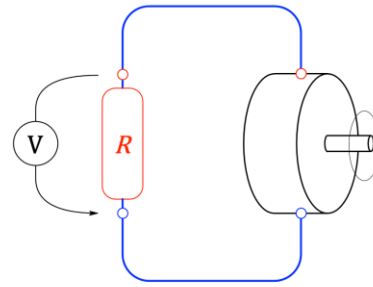

Fig. 5 Alternativa equivalente, usando solo un voltímetro
- Alternativamente se puede proceder como indica la Fig. 5 pues solo se necesita un voltímetro. En este caso la tensión V se relaciona con la potencia P del generador, que es la que absorbe la resistencia R , mediante la expresión